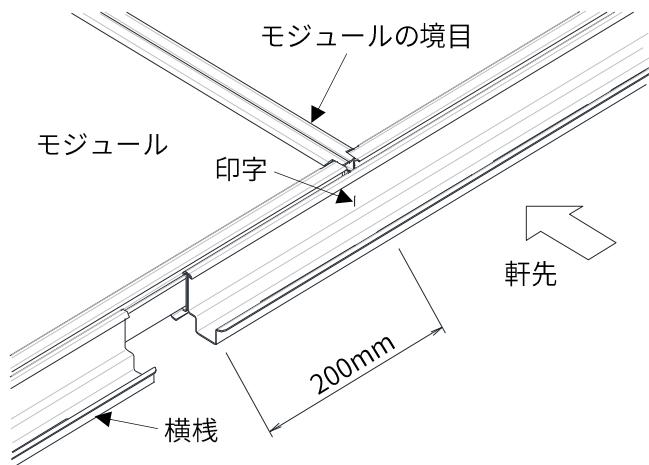

図 3-9. YSIII工法 横桟との位置
③図 3-9 の通り、横桟の目印線（印字）とモジュールの境目が同じ位置となっていることを確認してください。